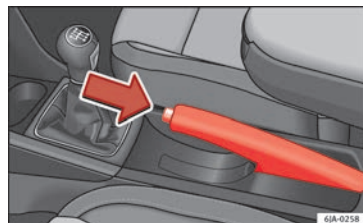

Abb. 176 Mittelkonsole: Handbremse
- Ziehen Sie den Handbremshebel etwas hoch und drücken Sie **gleichzeitig** den Sperrknopf » **Abb. 176**.